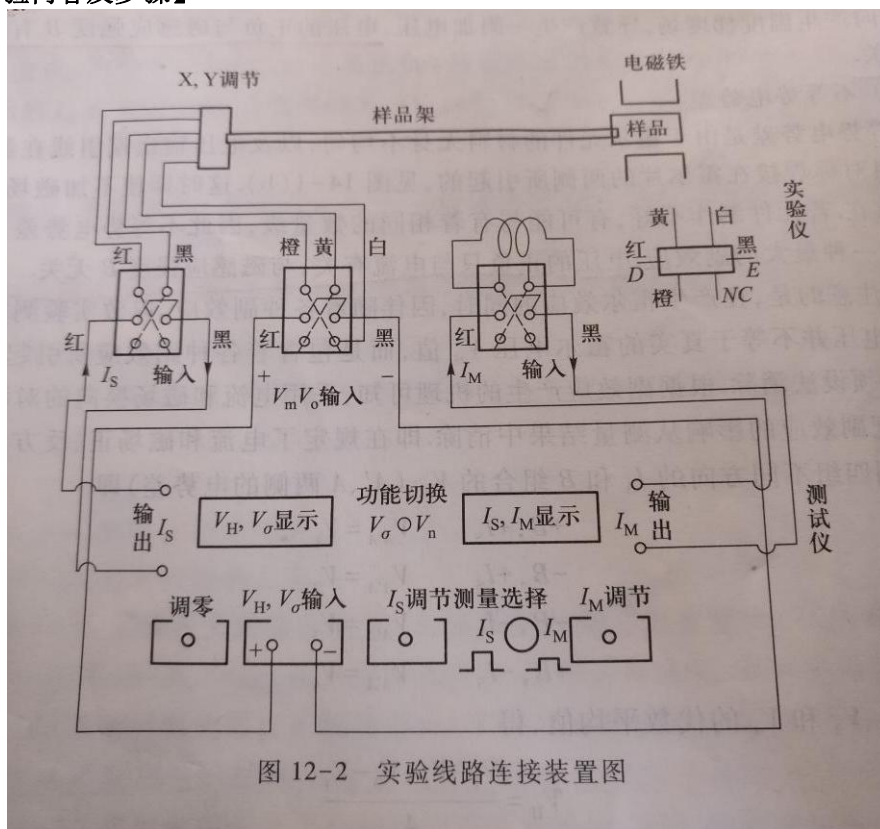

图 12-2 实验线路连接装置图
- (1) 开、关机之前, 测试仪的“ I_S 调节”和“ I_M 调节”旋钮均置零位。
- (2) 按图 12-2 连接测试仪与实验仪之间各组连线。
- (3) 接通电源, 预热数分钟, 电流表显示“.000”或“0.00”
- (4) 置“测量选择”于 I_S 挡, 电流表所示值随“ I_S 调节”旋钮顺时针转动而增大, I_S 换向, V_S 极性改号。
(5) 置“测量选择”于 I_M 挡, 顺时针转动“ I_M 调节”旋钮, V_H 值随 I_M 增大而增大, I_M 换向, V_H 极性改号。
(6) 放开测量选择键, 再测 I_S , 将“ V_H, V_o 输出”切换开关拨向 V_o 一侧, 测量 V_o 电压, I_S 换向, V_o 极性改号。